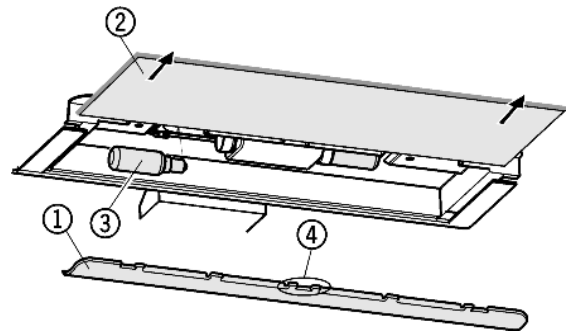

Fig. 18
- ▶ Retirar el panel Fig. 18 (1): sujete con el dedo por detrás del panel y desencájelo.
- ▶ Extraiga la plancha de cristal Fig. 18 (2).
- ▶ Sustituya la bombilla Fig. 18 (3).
- ▶ Volver a colocar el panel: encajelo a izquierda y derecha y preste atención a que el gancho Fig. 18 (4) intermedio se encuentre sobre la plancha de cristal.